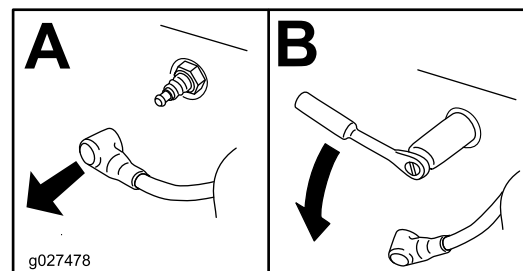

Figure 37
3. Déposez la bougie (Figure 37).